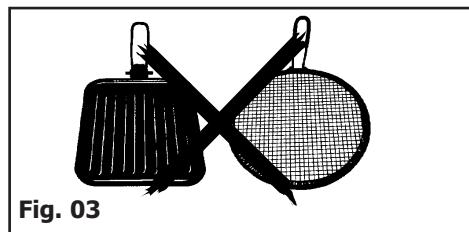

Fig. 03
- Não utilize difusores, torradeiras, greladores de carne em aço e outros recipientes com os pés pousados ou raspando na parte superior do vidro (Fig. 03).